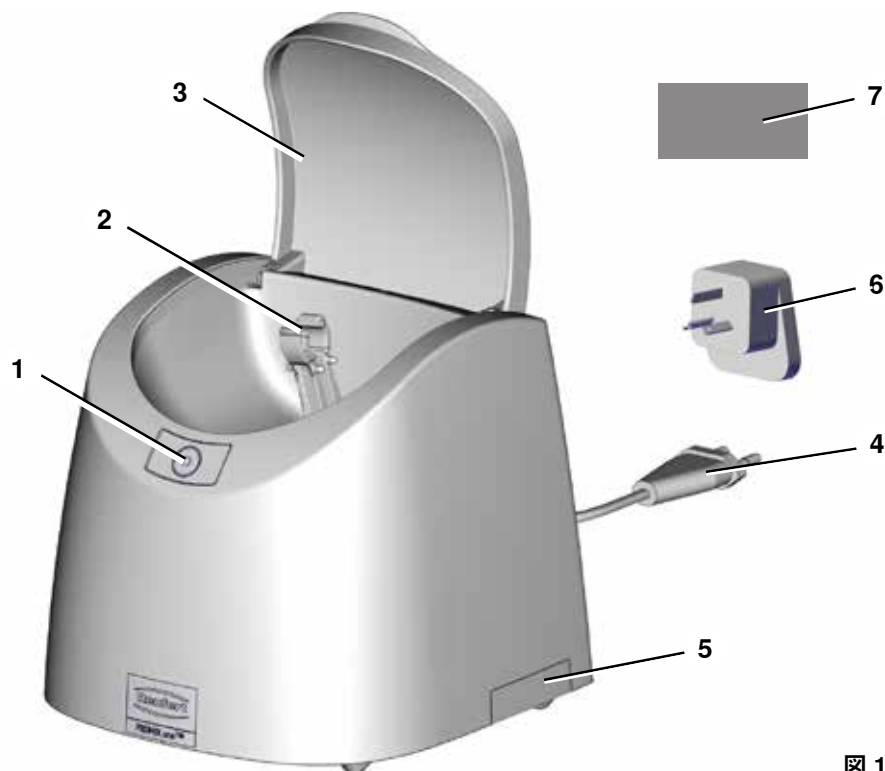

図 1
- ⇒ 巻かれた電源コード(4, 図1)をのばし、建物のコンセントにプラグを差し込みます。
その他の情報は機器右側の真ん中のQR-Codeを読みこんでご確認ください（サービスラベル）(5, 図 1)。